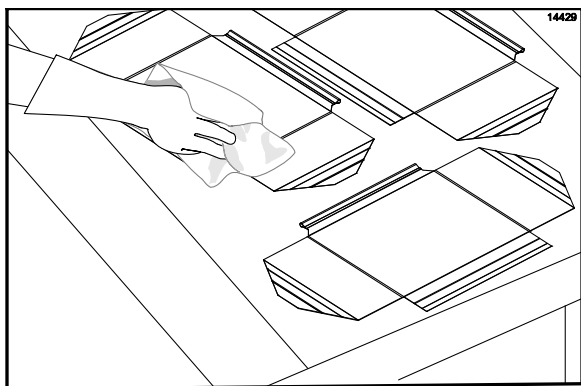

Рисунок 58
41. Прополосните обе стороны антиадгезионных листов с помощью чистой тряпки, пропитанной в дезинфицирующем растворе. (См. рис. 58)